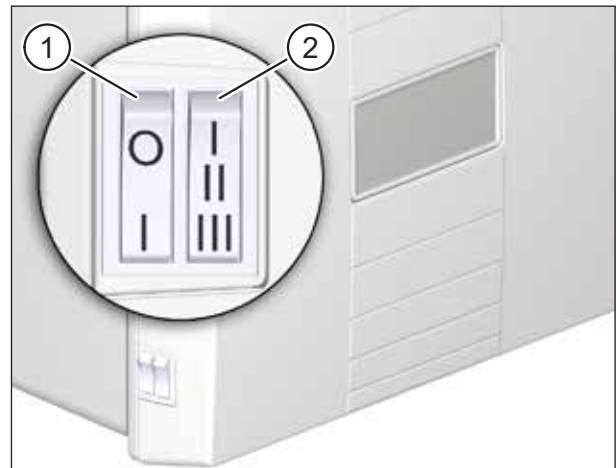
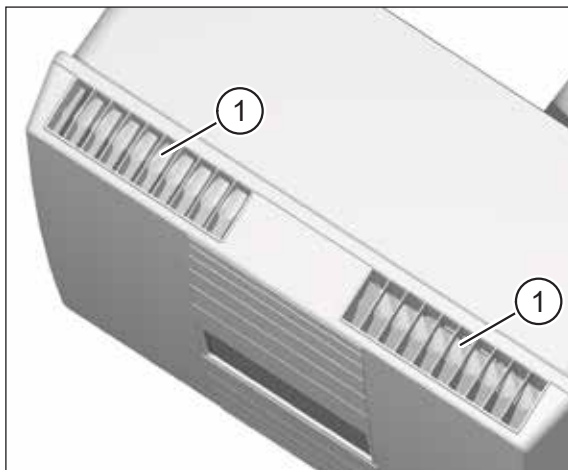
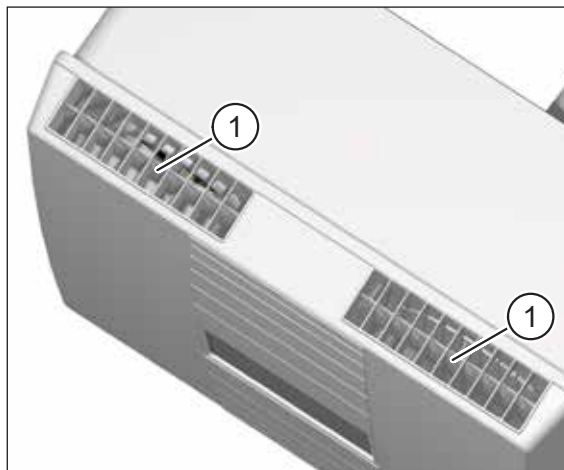

Abb. 10: Bedienungselemente am Lüftungsgerät
Abb. 11: Luftklappen geschlossen
Abb. 12: Luftklappen geöffnet
- ▶ Überprüfen Sie, dass die Öffnungen für Abluft und Zuluft (siehe Abb. 11 und Abb. 12) frei sind.
- ▶ Schalten Sie das Lüftungsgerät am Netzschalter (Pos. 1 in Abb. 10 auf Seite 20) ein.
- ▶ Überprüfen Sie die Stellung der Luftklappen (siehe Abb. 11 und Abb. 12) an der Abluft- und Zuluftöffnung.
- Ist das Lüftungsgerät ausgeschaltet oder stromlos, sind beide Luftklappen geschlossen (siehe Pos. 1 in Abb. 11).
- Beim Einschalten öffnen sich beide Luftklappen (siehe Pos. 1 in Abb. 12).
Mit dem Stufenschalter (Pos. 2 in Abb. 10 auf Seite 20) lassen sich vier verschiedene Lüftungsstufen/-programme (siehe Kapitel 10 auf Seite 23) einstellen, wobei die maximale Lüftungsstufe über eine Schaltfolge aktivierbar und zeitlich begrenzt ist.
Das Lüftungsgerät läuft auf maximaler Lüftungsstufe (97 m³/h). Nach ca. 15 min oder durch erneutes Ausführen der Schaltfolge I-II-I am Stufenschalter (Pos. 2 in Abb. 10 auf Seite 20) wird die Intensivlüftung beendet und das zuvor eingestellte Lüftungsprogramm wieder aufgenommen.
- ▶ Schalten Sie das Lüftungsgerät für den Luftfilterwechsel immer am Netzschalter (Pos. 1 in Abb. 10 auf Seite 20) aus. Bei Lüftungsgeräten mit Option M-WRG-O/NOF muss das Gerät mit Hilfe des bauseitigen Leitungsschutzschalters stromlos geschaltet werden. Anderenfalls verhindern die geöffneten Luftklappen (siehe Abb. 12 auf Seite 21) das Entfernen und Einsetzen der Filterpatronen.